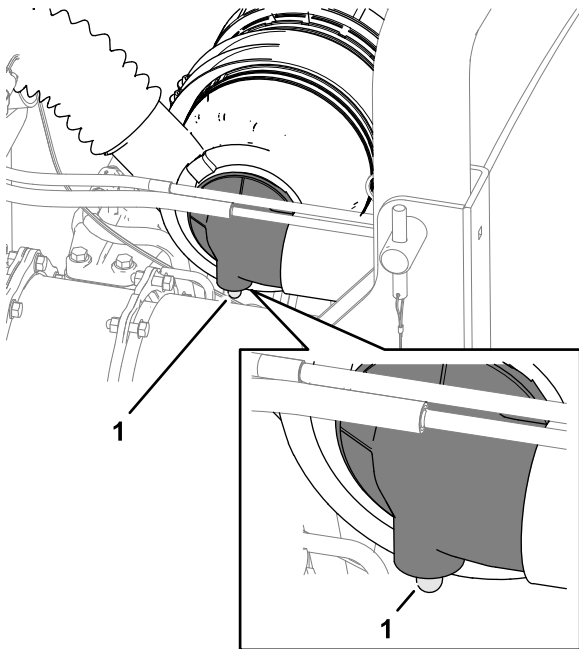

Figure 49
2. Contrôlez l'indicateur de colmatage du filtre (Figure 49).
Remarque: Faites l'entretien du préfiltre si l'indicateur de colmatage (Figure 49) est rouge. Le remplacement fréquent du filtre à air accroît le risque de contamination du moteur par des impuretés quand le filtre est déposé.